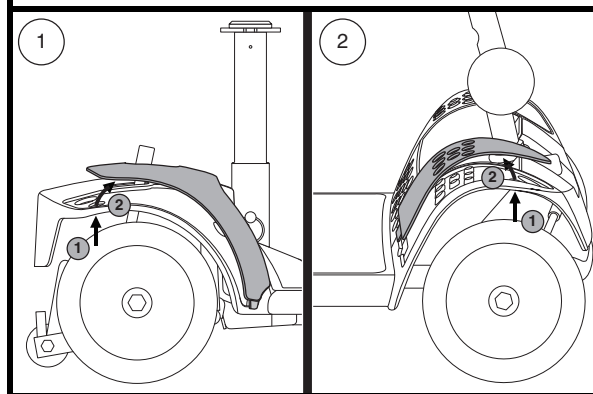

Figura 11. Pannello paraurti
2. Spingere attraverso il foro per separare il pezzo dal miniscooter. Vedere figura 11.
NOTA: Quando si installa il pannello paraurti anteriore e posteriore, verificare che la scheda nella parte inferiore del pannello è inserita nell'apertura prima di fissare il pannello. Vedere figura 11.